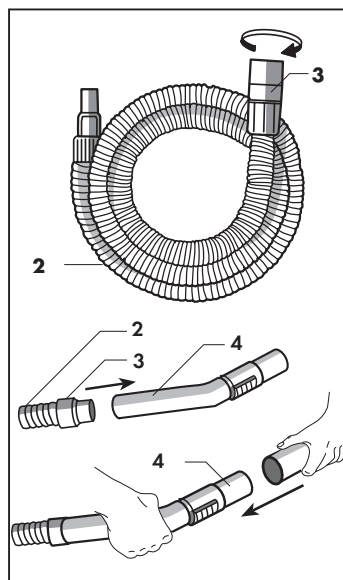

Fig. 8
Para acoplar os vários componentes, basta introduzir a conexão (3) do tubo flexível (2) no punho (4) e introduzir a parte fêmea do acessório que deseja utilizar na parte terminal macho do punho (4). (Fig. 8).